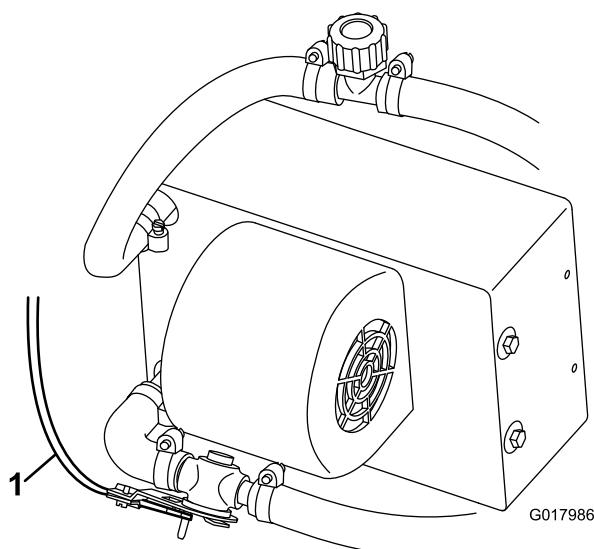

Figura 30
9. Posate e collegate il cavo di comando del riscaldatore alla valvola del riscaldatore (Figura 30).